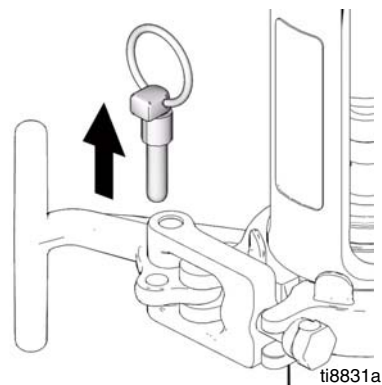

FIG. 10
6. (FIG. 10) Retire el pasador.